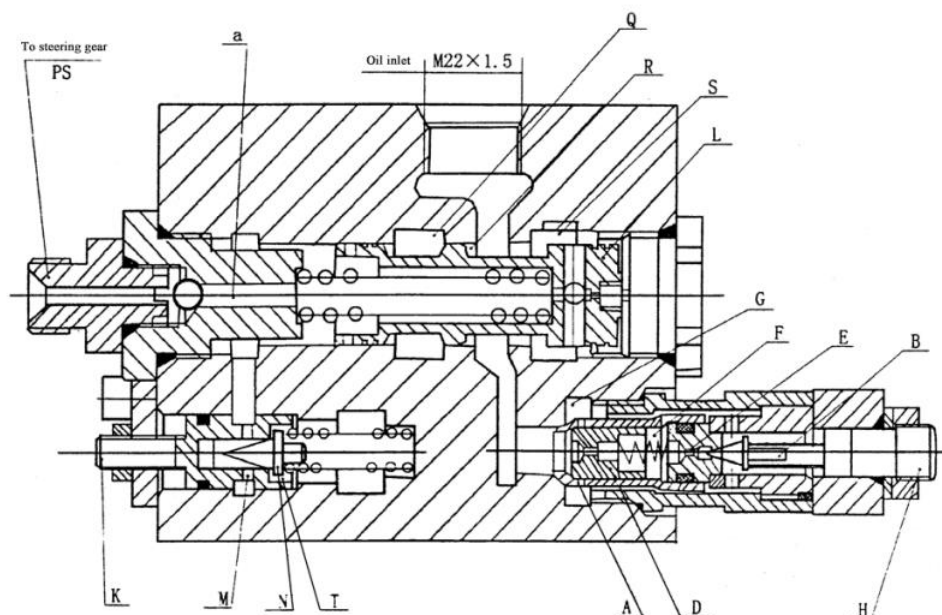

Рис. 9.6. Главный предохранительный перепускной клапан и предохранительный шунтирующий клапан.
3.8.3.2. См. Рис. 9.6: конструкция предохранительного перепускного клапана и предохранительного шунтирующего клапана.